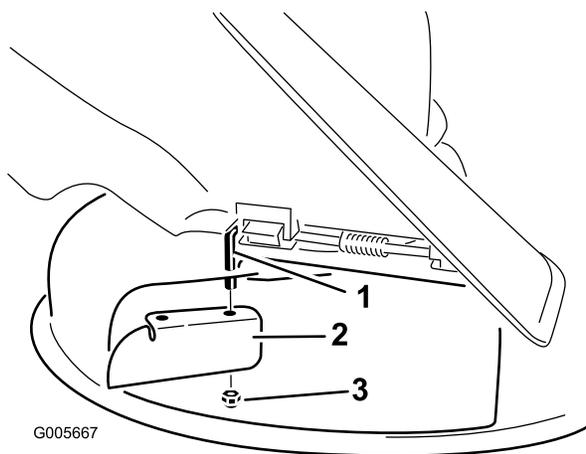

Figura 21
7. Instale o abafador de corte na haste de articulação exposta (Figura 21).
- Retire o abafador de corte da plataforma do cortador (Figura 21).